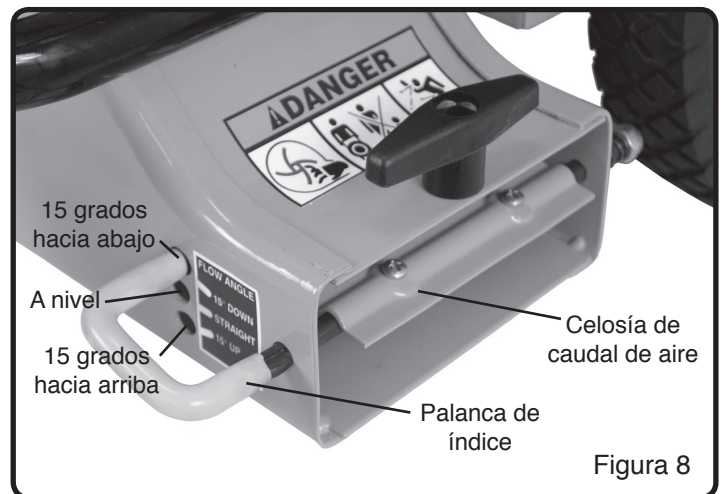

Figura 8
La dirección del caudal de aire vertical puede ajustarse entre 3 posiciones: Derecho (a nivel), 15 grados hacia arriba y 15 grados hacia abajo. Consulte la figura 8 cuando efectúe los siguientes pasos de ajuste:
2. Gire la palanca de índice hasta la posición a nivel (consulte la figura 8)